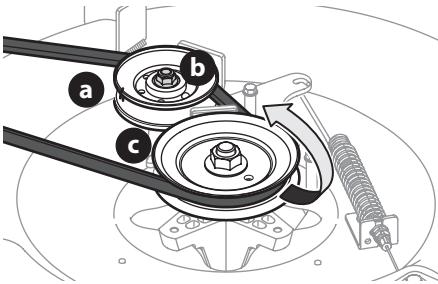

Figura 37
7. Afloje la polea loca (plataformas de 24" solamente) (a) para lo cual debe aflojar la tuerca de seguridad con brida (b) que la sujeta, lo suficiente para que quede una holgura para que pase la correa hacia afuera. Extraiga la correa sacándola de la polea de transmisión de la plataforma (c) y de la polea loca (a) (Figura 37).